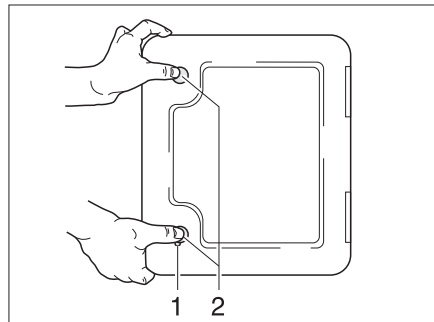

Fig. 163 Trampilla para el inodoro cassette
- Abrir la trampilla para el cassette en el exterior del vehículo. Para esto, introducir la llave en el cilindro de cierre del cierre a presión (Fig. 163,1) y girarla un cuarto de vuelta.
- Presionar ambos cierres a presión (Fig. 163,2) al mismo tiempo con el pulgar y abrir la trampilla para el cassette.